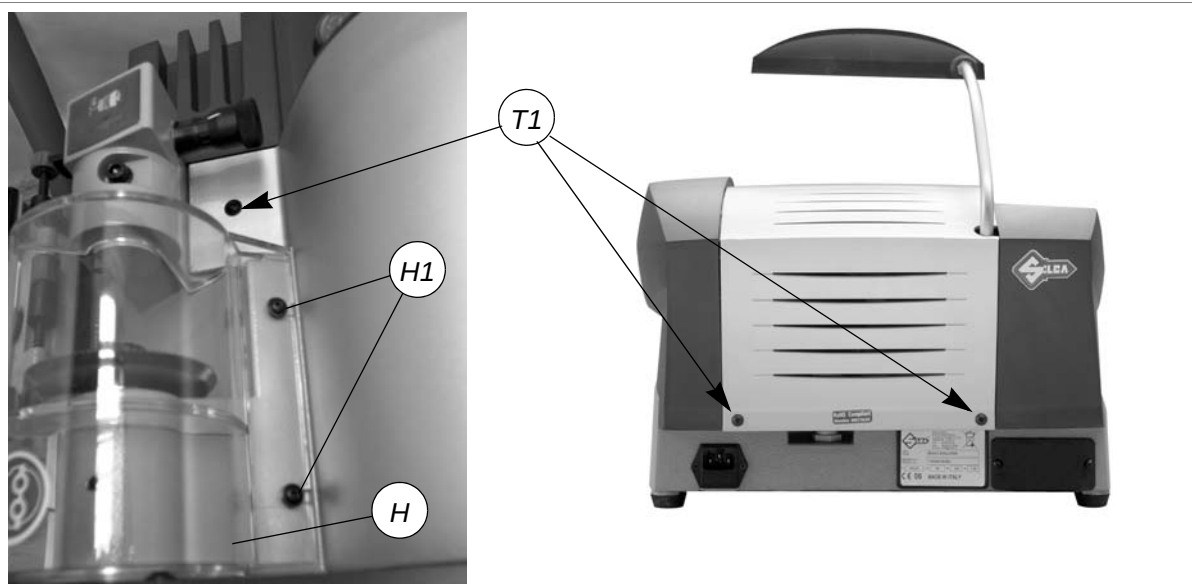

Fig. 35
- 2) Desaperte os 2 parafusos (H1) do cárter da fresa (H), retirando-o (fig. 35).
- 3) Desaperte os 3 parafusos (T1) do cárter central (fig.35), levante-o levemente e retire-o inclinando-o um pouco.
- 2) Desaperte os 2 parafusos (H1) do cárter da fresa (H), retirando-o (fig.35, pág.25).
- 3) Desaperte os 3 parafusos (T1) do cárter central (fig. 35), levante-o levemente e retire-o inclinando-o um pouco.
- 7) Volte a posicionar o cárter central fixando-o com os 3 parafusos (T1) (fig.35, pág.25).
- 5) Desaperte os 2 parafusos (H1) do cárter da fresa (H), retirando (fig.35, pág.25).
- 6) Desaperte os 3 parafusos (T1) do cárter central, levante-o levemente e retire-o inclinando-o um pouco (fig.35, pag.25).
- 17) Volte a posicionar o cárter central fixando-o com os 3 parafusos (T1) (fig.35, pág.25).
- 18) Volte a posicionar o cárter da fresa fixando-o com os 2 parafusos (H1) (fig. 35).